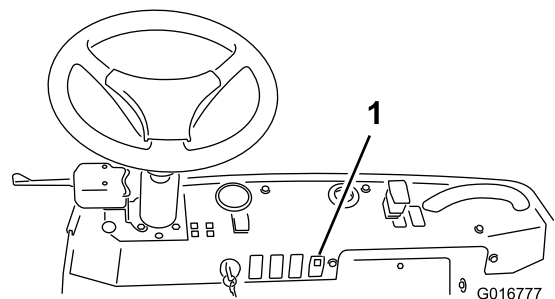

Bild 4
2. Setzen Sie den Kippschalter ein (Bild 4).